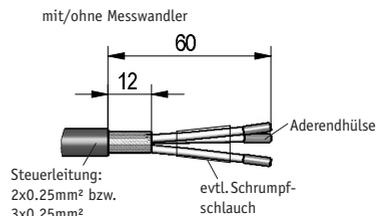

Abb. 8: Kabelvorbereitung
- Die Kabel gemäß Abb. 8 vorbereiten.